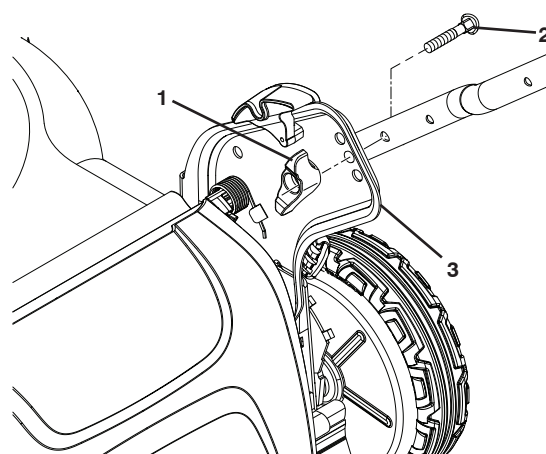

Figure 30
2. Enlevez les deux (2) boutons de guidon et les boulons de chariot sur les côtés du guidon inférieur et faites pivoter vers l'avant le guidon en entier jusqu'à ce qu'il repose sur la tondeuse (Figure 30).